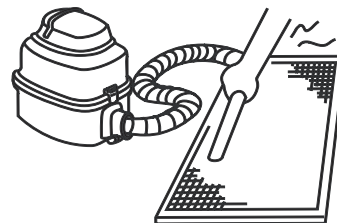

Figura 13.2
a. In caso di utilizzo di aspirapolvere, il lato di aspirazione dell'aria deve essere rivolto verso l'alto (fare riferimento alla Figura 13.2).